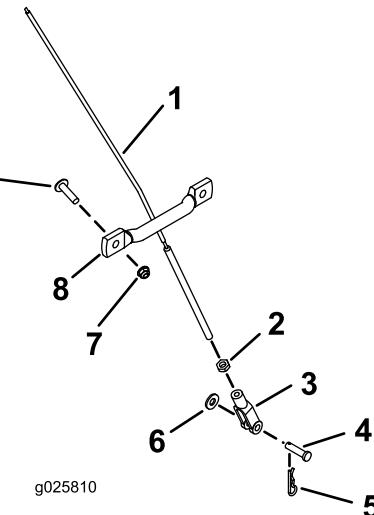

Figura 12
8. Usando los tornillos de cabeza segmental (1/4 x 1 pulgada) y las tuercas con arandela prensada dentada (1/4 pulgada), instale las guías de los cables en los lados izquierdo y derecho de la tolva (Figura 12).
11. Instale las contratuerca (1/4 pulgada) y las horquillas en el extremo inferior de los cables (Figura 12).
12. Sujete los cables a los soportes del bastidor con los pasadores (1/4 x 1 pulgada), las arandelas (1/4 pulgada) y las chavetas (1/4 pulgada), según se muestra en Figura 12.